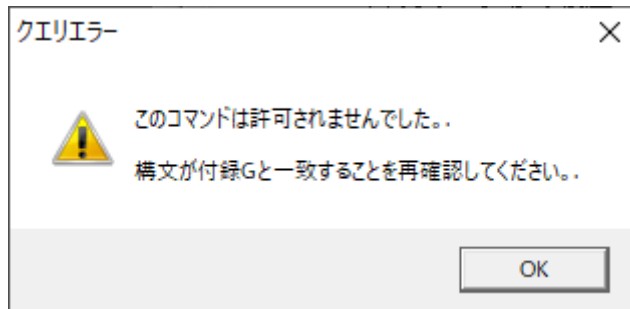

図65: クエリエラーメッセージの例
- Omron Microscan管理者のユーザ名とパスワードを使用してログインしていることを確認します。管理者としてログオンしていないユーザが「クエリ」フィールドでコマンドを実行すると、以下の「クエリエラー」メッセージ（図65）が表示されます。
- 本書からクエリをコピーして貼り付ける場合は、引用符をチェックしてください。同一でない場合は（異なる方向を向いている場合は）、引用符を編集してクエリを再試行します。コマンドの構文が正しくない場合は以下の「クエリエラー」メッセージ（図65）が表示されます。